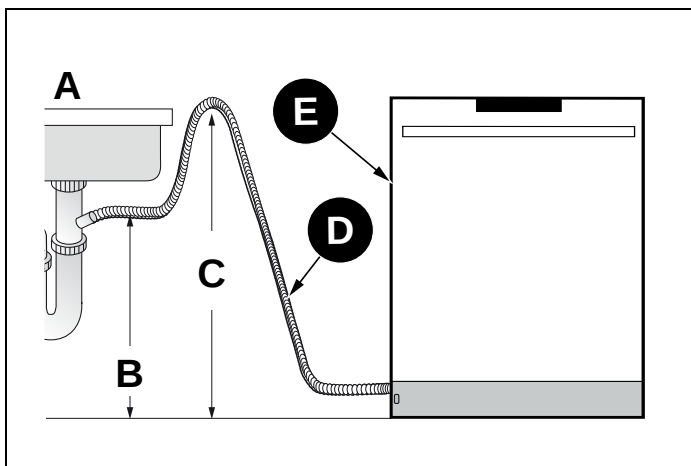

Fig. 18
- 5) Si no hay cámara de aire, asegúrese de suspender la parte central de la manguera de desagüe muy por encima de la base del armario del fregadero para evitar el reflujo (consulte Fig. 18).